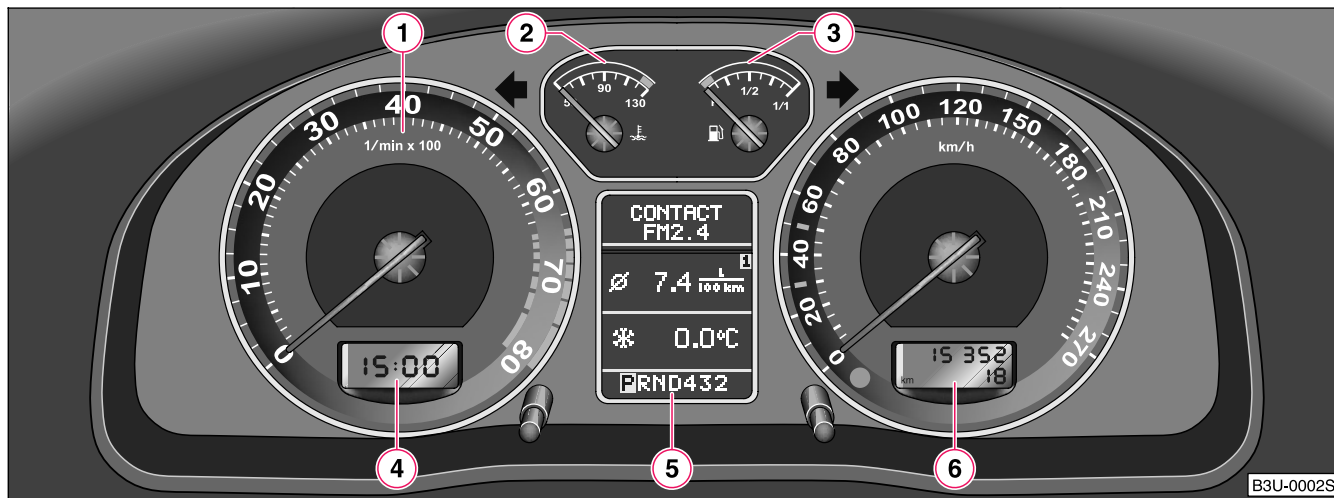
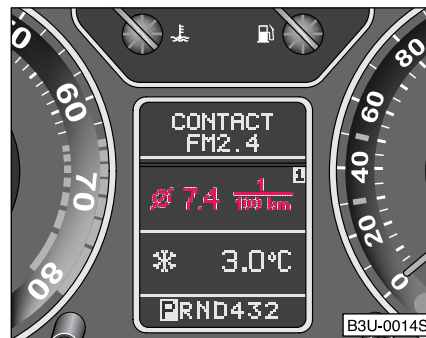

Fig. 3 Tabloul de instrumente
Fig. 7 Indicator multifuncțional: Consum mediu de combustibil
Începutul zonei roșii a turometrului ① ⇒ pagina 13, fig. 3, indică, pentru toate treptele de viteză, turația maximă admisă a motorului cald. Înainte de a atinge zona roșie a scalei viteza trebuie schimbată într-o treaptă superioară, respectiv trebuie aleasă poziția **D** a cutiei de viteze automate.
Indicatorul ② ⇒ pagina 13, fig. 3, începe să funcționeze doar atunci când contactul motor este pus.
Indicatorul de combustibil (3) ⇒ pagina 13, fig. 3 funcționează doar cu contactul motor pus.
În funcție de echiparea autovehiculului, indicațiile pot fi afișate pe display-ul turometrului ⇒ pagina 13, Fig. 3 sau pe display-ul pentru informații ⇒ Fig. 7.